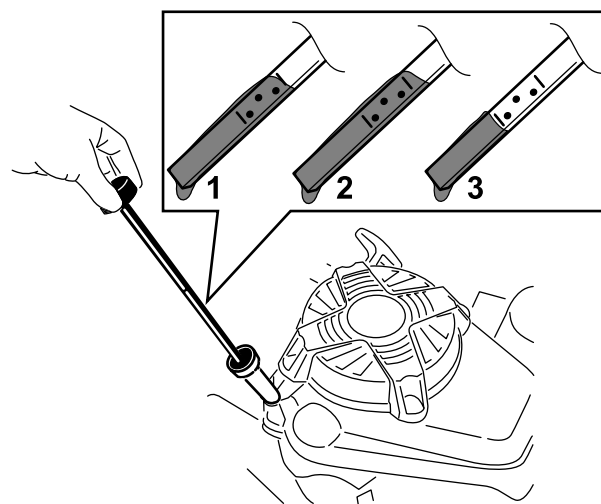

Figure 6
7. Vérifiez le niveau d'huile indiqué par la jauge (Figure 6).
2. Tournez le bouchon dans le sens antihoraire et sortez la jauge (Figure 6).